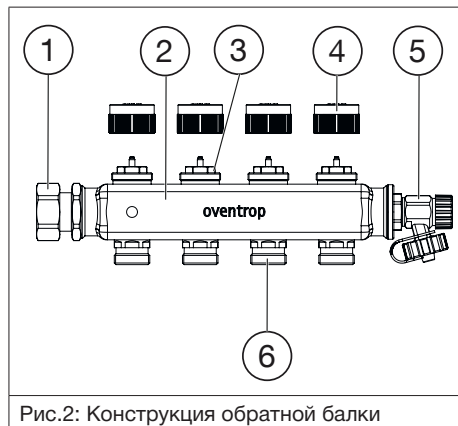

Рис.2: Конструкция обратной балки
Используйте воздушоспускные пробки (2) (см. рис.Рис.1 на стр. 43 7 и рис.Рис.2 на стр. 44) для спуска воздуха из системы. Можно также спустить воздух во время работы системы.